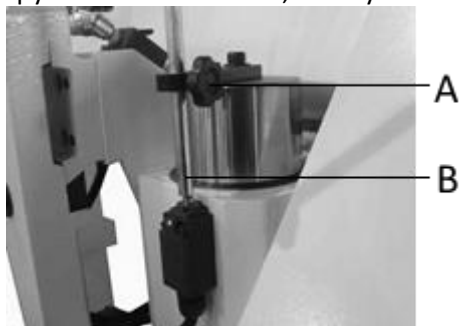

Рис.17
Верхний концевой выключатель должен быть отрегулирован таким образом, чтобы ленточное полотно пильной рамы в верхнем положении было чуть выше заготовки. Ослабьте винт (A, Рис.17) и установите прут (B) на необходимой высоте, зафиксируйте его положение, затянув винт (A).